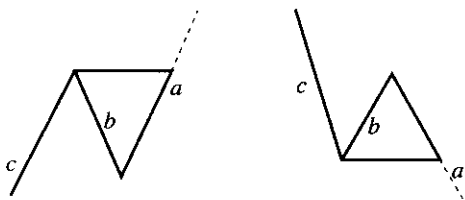
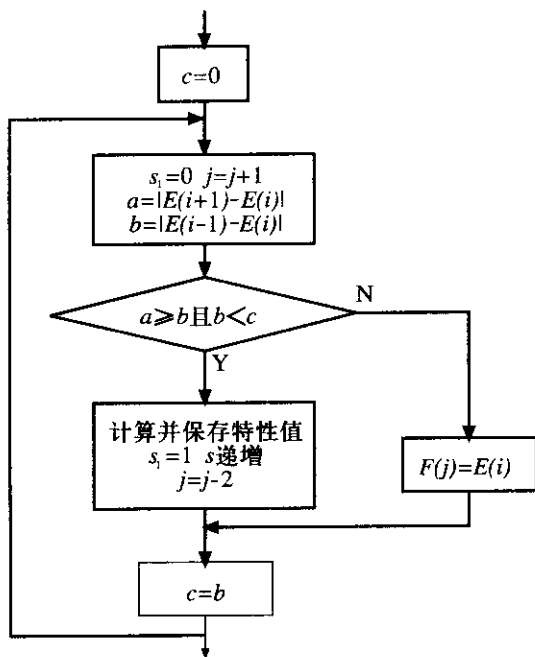

图 4 循环的判断
图 5 提取循环流程图
1)一次雨流计数是从压缩处理过的数据中提取循环,并记录其特性值,如峰值、谷值、幅值等。我这里使用的方法,是按雨流计数法规则加上个人的理解总结的一点规律——称之为“四点法”,而且在程序中实现起来也比较容易。如图 4 所示,在数组中能提取出循环的形式也不过这两种,若满足 a 大于等于 b 并且 b 小于 c 时就可以认为提取一个循环(图中构成三角形的部分),同时去除 $E[i]$ 和 $E[i-1]$ 两点,否则记录下 $E[i]$ 这一点。这样对这个数组反复判断就可以取出所有的循环和记录所剩的各点。这种判断适用于四个点组成的各种情形,确保了循环提取的正确性,使程序的可靠性大大增加。具体的实现方法参见图 5 提取循环的流程图。流程图中,开始的 $c=0$ 和下边的 $c=b$ 是对程序一点优化,“四点法”其实只用了三个点,这样就上一次计算过的 $|E(i-1)-E(i)|$ 作为本次的 $|E(i-1)-E(i-2)|$; s_1 一个是否有循环的标志,可在图 5 的后边加上一个 s_1 是否等于零的判断,若等于零则说明一
次雨流计数的循环全部提出,否则继续执行图 5 的全过程; s 是记录雨流计数提取循环的总个数。